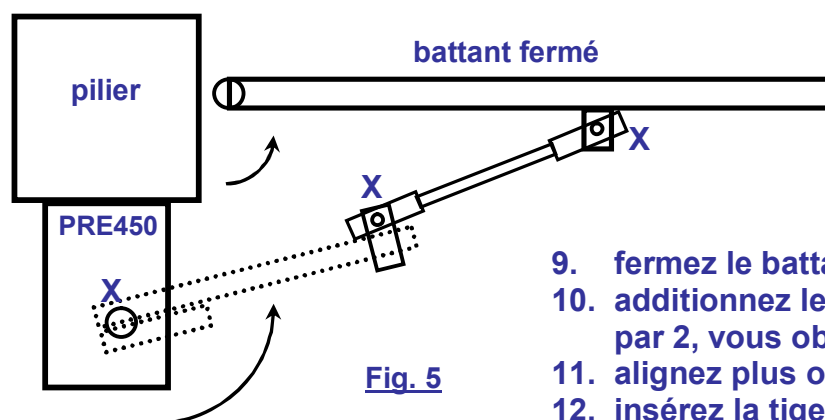

Fig. 5
12. insérez la tige filetée et réglez à l'aide de la pièce « A » le battant en position fermée (voir fig. 5)